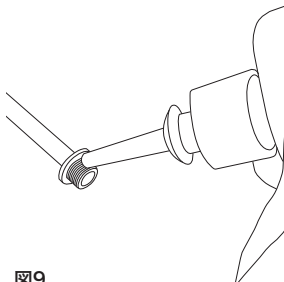

図9
- 再度取り付けを行う前に、低強度のロックタイト22をボルトのねじ山に塗布する必要があります (図9)。